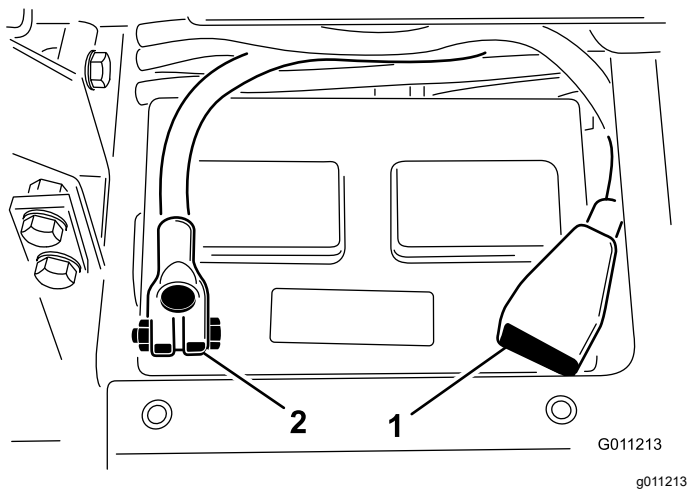

Рисунок 5
4. Подсоедините положительный (красный) кабель к положительной (+) клемме аккумулятора и закрепите его Т-образным болтом с гайкой (Рисунок 5).
5. Подсоедините отрицательный (черный) кабель к отрицательной клемме (-) аккумулятора и закрепите его Т-образным болтом с гайкой (Рисунок 5).